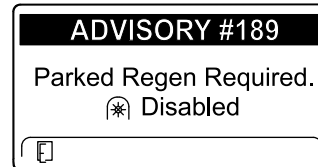

Figura 37
- Se non eseguite una rigenerazione parcheggiata entro 2 ore, l'InfoCenter visualizza il messaggio di richiesta della rigenerazione parcheggiata e di disabilitazione della presa di forza ADVISORY #189 (Figura 37).